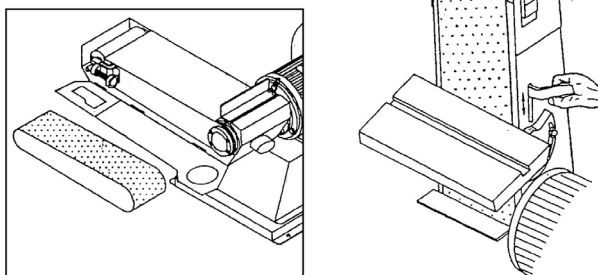

Abb. 6: Schleifband wechseln
Schritt 1: Die seitliche Klappe der Schleifarm-Abdeckung öffnen und die Spannung des Schleifbandes mit dem Spannhebel lösen (Abb. 6).